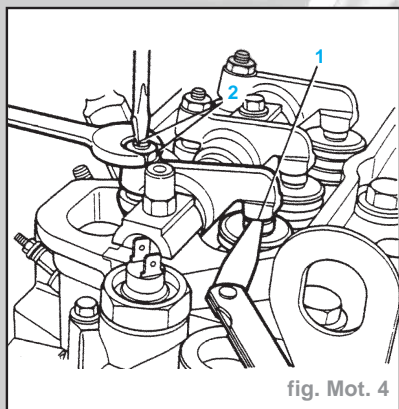

fig. Mot. 4
- A l'aide d'un calibre d'épaisseur (1) de 0,20 mm, vérifier le jeu entre l'extrémité de soupape et le tampon de culbuteur pour la soupape n°1 (Fig. Mot. 4).